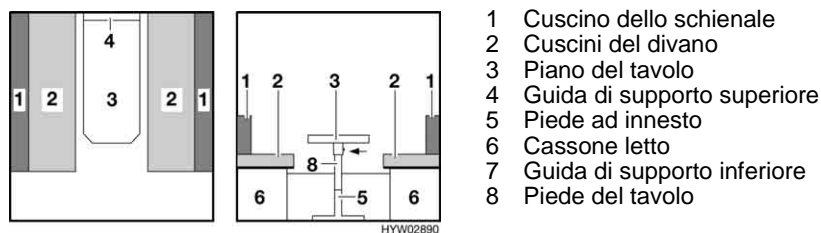

Fig. 40 Prima della trasformazione
- Sistemare i cuscini del divano (Fig. 40,2).
- Sollevare leggermente il piano del tavolo in avanti (Fig. 40,3).
- Dal piede del tavolo estrarre verso il basso il piede ad innesto (Fig. 40,5) e riporlo.
- Sbloccare il piede del tavolo (Fig. 40,8) dall'elemento di fissaggio e ribartarlo verso l'alto sul lato inferiore del tavolo.